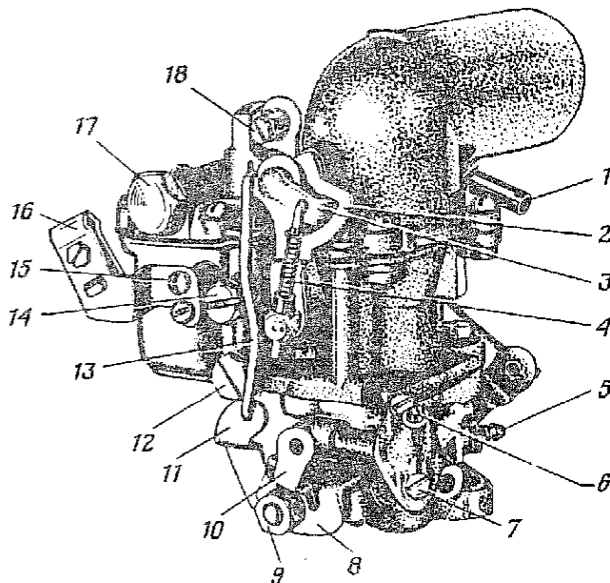

Рис. 116. Карбюратор К-133А (вид спереди):
1.2. Расшплинтовать и снять жесткую тягу 13 (рис. 116) воздушной заслонки (плоскогубцы 150).
1.5.7. Спилить обжатые концы винтов крепления воздушной заслонки 5, вывернуть винты, отсоединить воздушную заслонку от оси и вынуть из крышки поплавковой камеры рычаг 3 (рис. 116) с осью воздушной заслонки в сборе с рычагом 2, телескопической тягой 4 и пружиной (тиски 1-150, накладки для губок тисков, напильник, отвертка 150×0,5).
1.6.4. Вывернуть пробку 12 (рис. 116) топливного жиклера системы холостого хода и пробку 14 воздушного жиклера главной системы и снять с пробок уплотнительные прокладки (ключ 12).
1.6.10. Вывернуть винты 15 (рис. 116) крепления кронштейна оболочки троса привода воздушной заслонки и снять кронштейн 16 с корпуса поплавковой камеры (отвертка 150×0,5).
1.7.5. Отвернуть гайку 9 (рис. 116) и снять с оси дроссельной заслонки упорный рычаг 8, рычаг 10 привода дроссельной заслонки и нижний рычаг 11 воздушной заслонки (ключ 13).
3.1.2. Установить на ось дроссельной заслонки в последовательности, обратной разборке, рычаги 10 (рис. 116), 11, 8 с плоскими шайбами между ними и навернуть гайку 9 с плоской и пружинной шайбами (ключ 13).
3.1.5. Установить винт 6 (рис. 116) эксплуатационной регулировки холостого хода с уплотнительной прокладкой на корпус смесительной камеры и закрепить болтами 7 с пружинными шайбами (отвертка 150×0,5).
3.2.7. Ввернуть пробку 12 (рис. 116) топливного жиклера системы холостого хода и пробку 14 воздушного жиклера главной системы, предварительно установив на пробки уплотнительные прокладки (ключ 12).